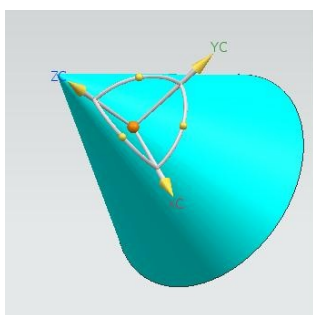

рис.22
- Чаще всего система предлагает опцию «*Динамика*». Это означает, что на изображении включённой детали появится известное изображение динамической триады *желтых стрелок и дуг*, с помощью которых вы можете переместить или повернуть деталь «на глазок» (рис.22).